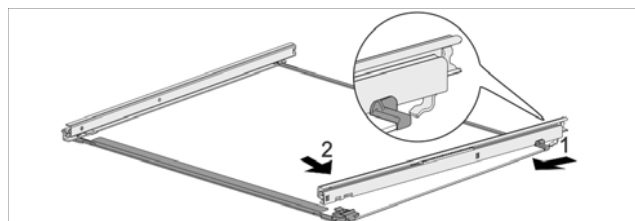

Fig. 59 Стеклопластина с направляющими
- Зацепите направляющую сзади. Fig. 59 (1)
- Защелкните направляющую спереди. Fig. 59 (2)